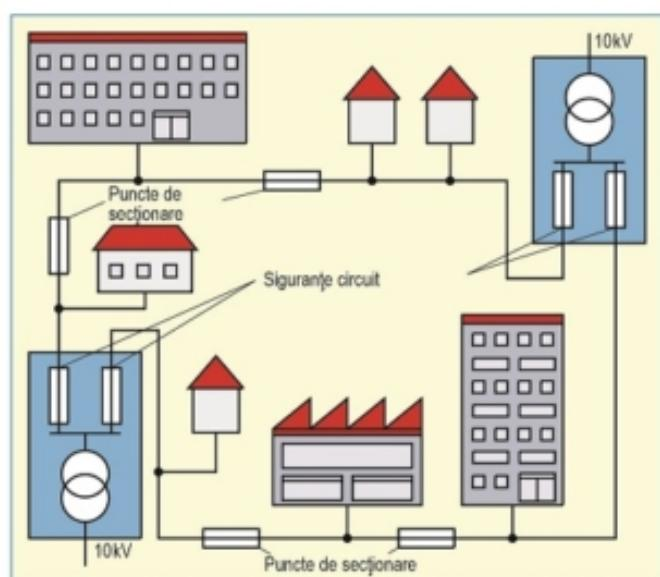

Figura 2: Rețea inelară
**Rețelele inel** întotdeauna alimentează clienții din două puncte (vezi figura 2). În cazul unei defecțiuni, părți ale liniei inel pot fi deconectate prin splitare. Rețeaua rămasă funcțional continuă să opereze ca o rețea radială până când eroarea este rectificată. Când alimentarea se face din două puncte, curentii sunt distribuiți din ambele părți. În acest caz, căderile de tensiune și pierderile sunt mai mici decât în rețelele alimentate dintr-un singur punct (rețelele radiale).